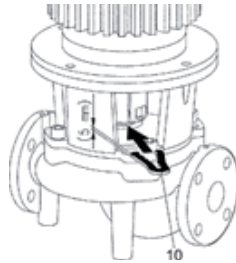

fig. 14: Plaatsing van de montagevork
- Montagevork (fig. 14, pos. 10) tussen lantaarnstuk en koppeling schuiven. De montagevork mag geen speling hebben.